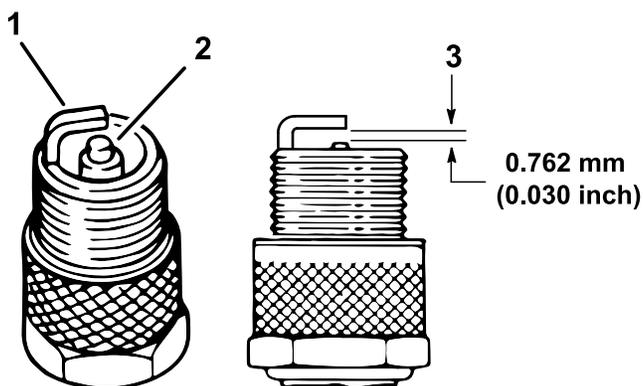

Рисунок 41
4. Проверьте состояние бокового электрода, выровняйте по центру электрод и выровняйте по центру изолятор электрода, чтобы избежать повреждений (Рисунок 41).
5. Установите воздушный зазор между центральным и боковым электродами на 0,76 мм, как показано на Рисунок 41.